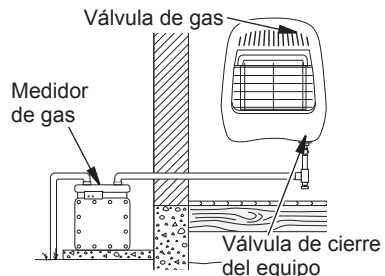

Figura 17 - Suministro de gas natural
3. Revise todas las uniones desde el medidor de gas, tanto para suministro de gas natural o propano/LP, hasta la válvula de cierre del equipo (consulte la figura 17 o 18). Aplique en todas las uniones algún líquido de detección de fugas que no sea corrosivo. La formación de burbujas indicará una fuga.
4. Revise todas las uniones entre la válvula de cierre del equipo y válvula de gas del termostato (consulte la figura 17 o 18, página 50). Aplique en todas las uniones algún líquido de detección de fugas que no sea corrosivo. La formación de burbujas indicará una fuga.